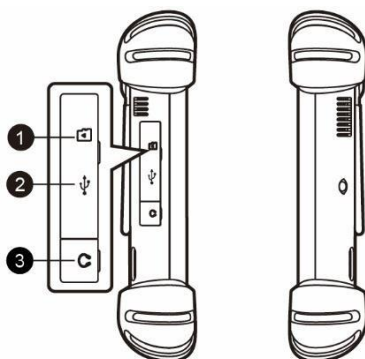

Figura 2-3 Vista Lateral Izquierda de la Tableta MaxiSys
4. Puerto USB (no se puede usar al mismo tiempo con el puerto Mini USB en la Figura 2-3 Vista Lateral Izquierda de la Tableta MaxiSys)